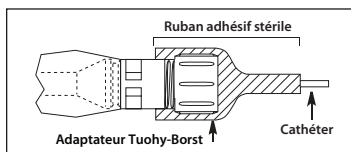

Figure 8
- L'extrémité de l'adaptateur Tuohy-Borst de la gaine anticontamination du cathéter doit être fixée à l'aide de ruban adhésif stérile pour empêcher le mouvement du cathéter (voir Figure 8).